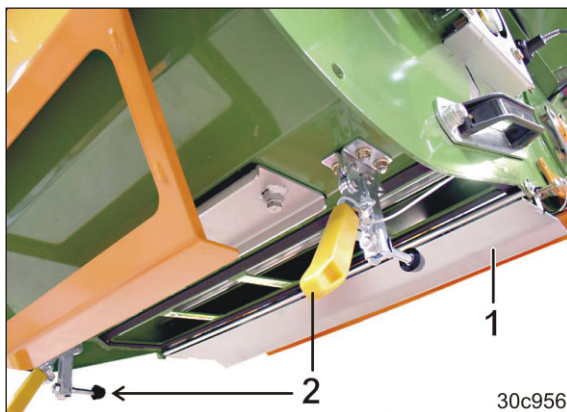

Fig. 255
2. Ouvrez la trappe de fond (Fig. 255/1).
La trappe de fond est bloquée à l'aide de tendeurs de fil rapides (Fig. 255/2).